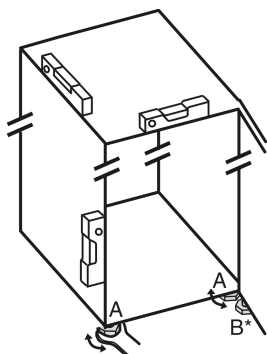

Fig. 5
- ▶ Vyskrutkujte nastaviteľné nohy Fig. 5 (A) priloženým vidlicovým kľúčom a pomocou vodováhy, kým zariadenie nebude pevne a stabilne vyrovnané.
- ▶ Vyskrutkujte nastaviteľnú nohu Fig. 5 (B) na ložiskovej konzole priloženým vidlicovým kľúčom, kým nebude dosadať na podlahu.
- ▶ Otočte nastaviteľnú nohu Fig. 5 (B) ďalej o 90°.